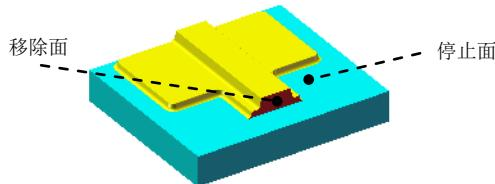

图 16.6.17 成形工具 4
Step11. 创建图 16.6.17 所示的零件特征——成形工具 4。
(1) 选择命令。选择下拉菜单 **插入(I)** → **钣金(U)** → **成形工具** 命令。
(2) 定义成形工具属性。
① 定义停止面属性。激活“成形工具”对话框 **停止面** 区域, 选中图 16.6.17 所示的“停止面”。
② 定义移出面。激活“成形工具”对话框的 **要移除的面** 区域, 选取停止面的对面为成形工具的移除面, 图 16.6.17 所示。
(3) 单击 按钮, 完成成形工具 4 的创建。